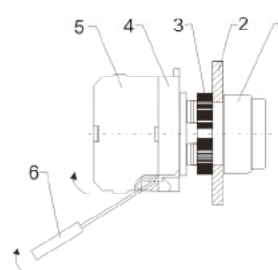

Рис. 4
1) С помощью плоской отвертки следует приподнять подвижную защепку контактного элемента, а затем оттянуть контакт от промежуточного корпуса (рис. 4)